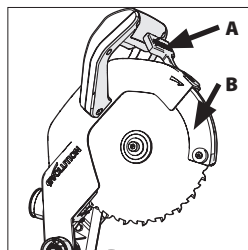
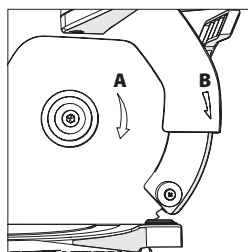

Fig. 28
Fig. 29
Om de zaag te plaatsen moet u de onderste beschermingstrigger (A) indrukken, de onderste bladbescherming (B) draaien naar de bovenste bladbescherming, en de laagste bladbescherming in die positie houden. (Fig. 28) Plaats het nieuwe blad op de binnenste flens, er voor zorgend dat deze goed vast zit op de schouder van de flens, en laat dan langzaam de onderste bladbescherming terugzakken naar de originele gesloten positie. Zorg er voor dat de draaijijlen op de zaag (A) gelijk zijn aan de klokwijze rotatie op de bovenste bescherming (B). (Fig. 29)